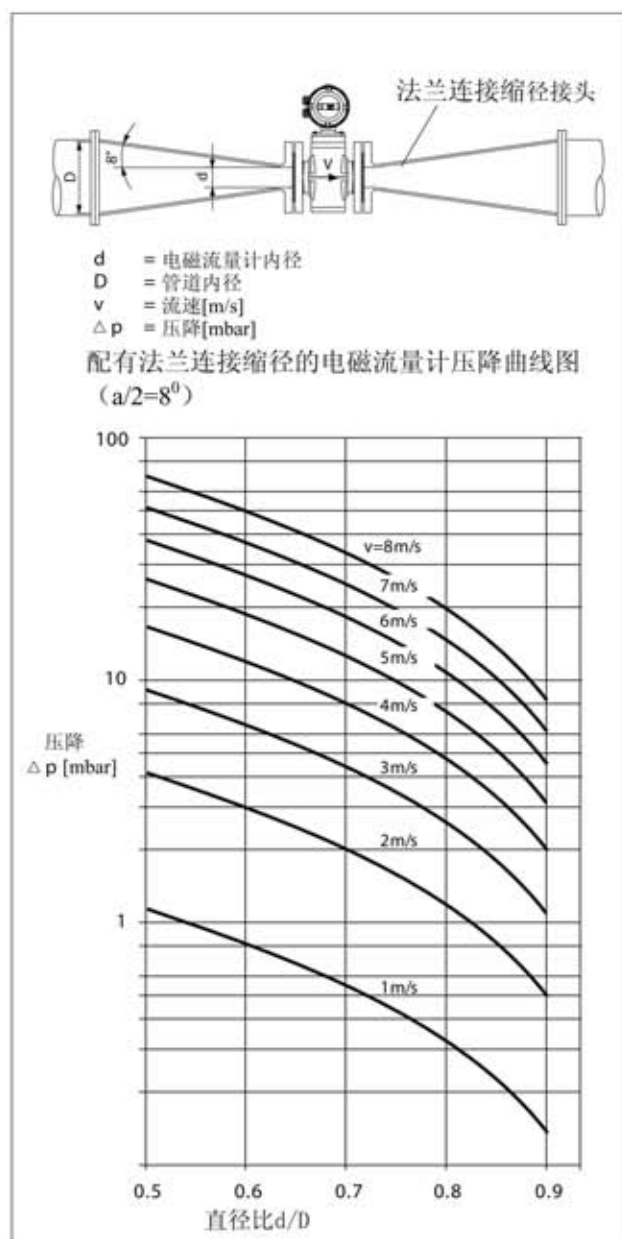

图4: 电磁流量计压降曲线图
利用缩径接头（例如法兰连接的缩径接头DIN 2616），流量计传感器可方便的安装在较大口径的管道中。由于管径缩小而造成的压降可在图4的曲线图中确定。压降将根据下列方法确定：
3. 在图4的Y轴上读出压降。